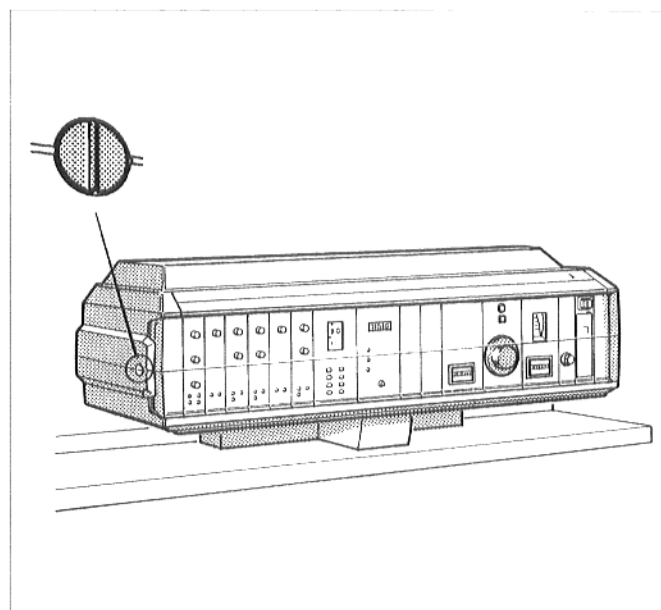

Рис. 18. Произвести монтаж прозрачного покрытия
- Установить шлиц крепежного винта для прозрачного покрытия регулятора в горизонтальное положение, например, при помощи монеты. Вставить прозрачное покрытие с передней стороны и установить шлиц винта в вертикальное положение (рис. 18).